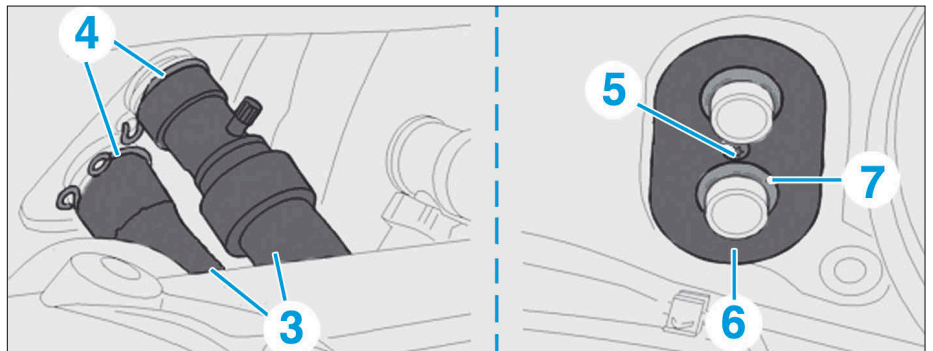

FIG. 14
- Mettre en place les outils [1] sur les durites (3) (Fig.14).
- Déposer les colliers (4).
- Désaccoupler les durites (3).
- la vis (5),
- la plaque de maintien (6),
- le joint (7).